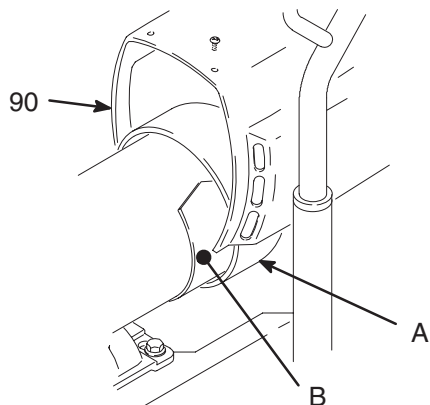

Fig. 2
5. Fig. 2. Retire el blindaje del motor (90) y las cubiertas de inspección (B).
4. Fig. 2. Retire el blindaje del motor (90). Retire las cubiertas de inspección (B) y las juntas de ambos lados del motor.
16. Fig. 2. Instale las juntas y las tapas de inspección (B) en cada lado del motor. Instale el blindaje del motor (90).